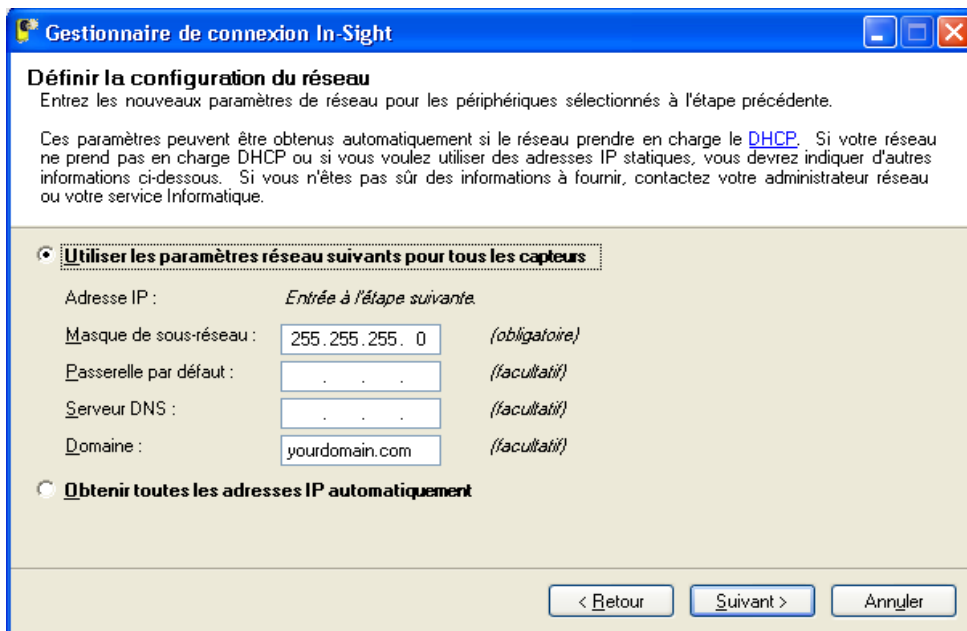

Figure 4-4 : Boîte de dialogue Définir la configuration du réseau
- Dans la boîte de dialogue Définir la configuration du réseau (Figure 4-4), sélectionnez la première option, **Utiliser les paramètres réseau suivants pour tous les capteurs**.